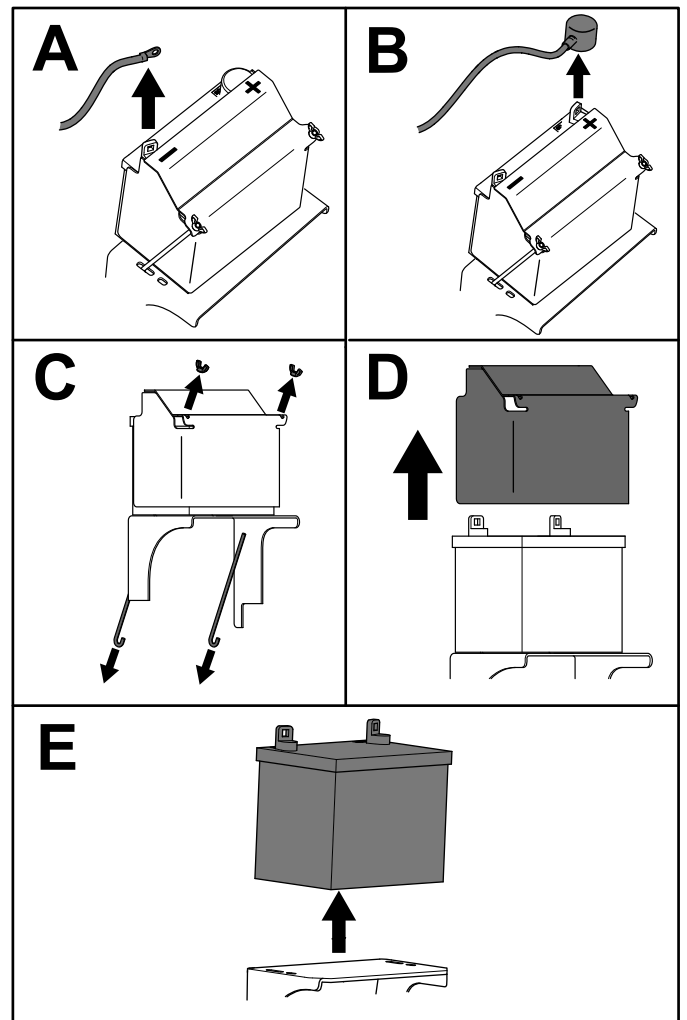

Bild 48
3. Nehmen Sie die Batterie heraus, wie in Bild 48 abgebildet.